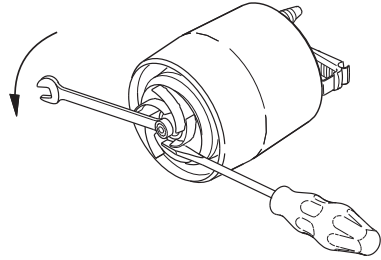

Fig. 14 Démontage de la roue
8. Dévisser l'écrou (13 mm) de l'arbre du moteur. Utiliser un tournevis pour bloquer la roue. Voir fig. 14.